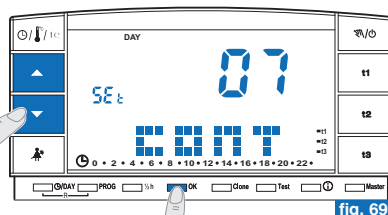
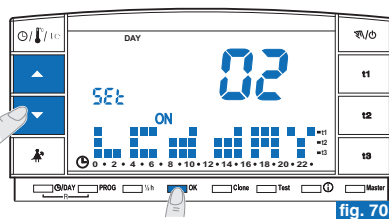
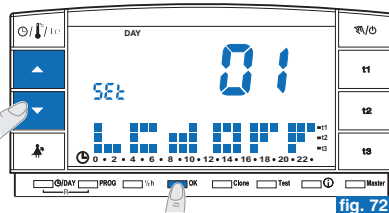

fig. 69
fig. 70
fig. 72
- Modificare il valore di contrasto selezionato utilizzando i tasti \blacktriangle / \blacktriangledown ; ad ogni impulso corrisponde una variazione di 1 punto (esempio in fig. 69).
- Dalla videata di visualizzazione del contrasto del display (esempio in fig. 69) premere i tasti ▲▼ per visualizzare il livello "02" LCd dAY (esempio in fig. 70).
- Dalla videata di visualizzazione del contrasto del display (esempio in fig. 69) premere i tasti ▲▼ per visualizzare il livello "01" LCd OFF (esempio in fig. 72).